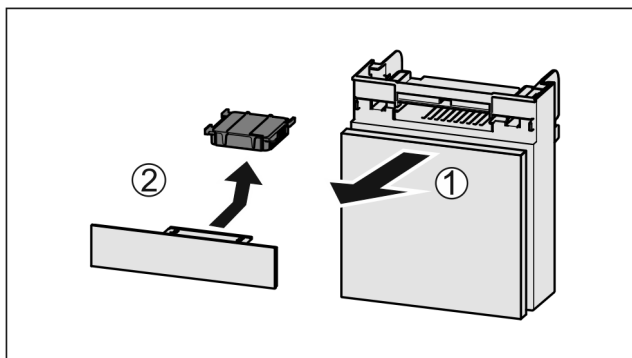

Fig. 35
- ▶ Fach nach vorne herausziehen Fig. 35 (1).
- ▶ Aktivkohlefilter entnehmen Fig. 35 (2).